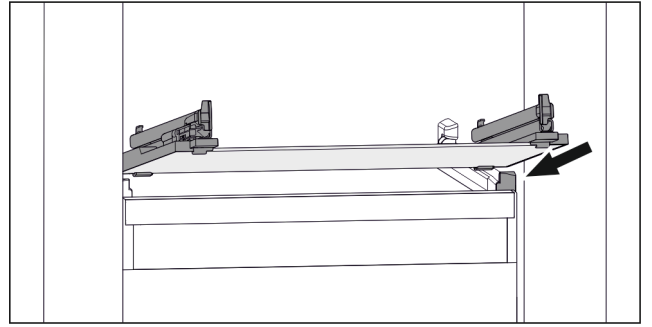

Fig. 117 玻璃隔板例图
- ▶ 将玻璃隔板斜放在止动器后面。(参见 Fig. 117)